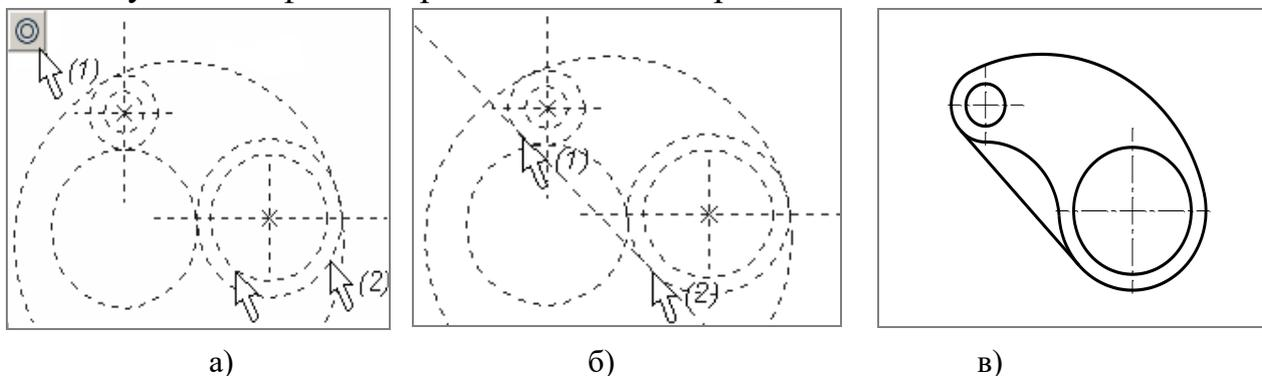

Рисунок 13 – Порядок построения концентрических окружностей, касательной прямой и изображения чертежа
2.3.5 Постройте концентричную окружность. Порядок построения: находясь в команде , выбрать опцию , затем указать на окружность (1) (рисунок 13а). В окне свойств элемента построения, задать разность радиусов окружностей, равную –15 мм. Построения для другой окружности аналогичны.
2.3.6 Постройте касательную прямую. Порядок построения: вызвать команду . Аналогично построению касательных окружностей, располагая курсор в указанных местах поля чертежа, выбрать сначала окружность (1) (рисунок 13б), затем окружность (2).
2.3.7 Создайте изображение чертежа. Порядок построения: вызвать команду  и вычертить контур основной линией (рисунок 13в). Для нанесения осевых линий воспользоваться командой  («Чертеж|Оси»).